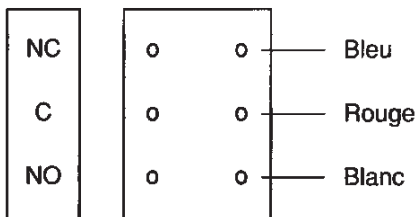

Fig. 1
- Inverseur simple - Câblage conforme à la figure 1 ou 2.
- 2 inverseurs basculant ensemble ou séparément - figure 1.